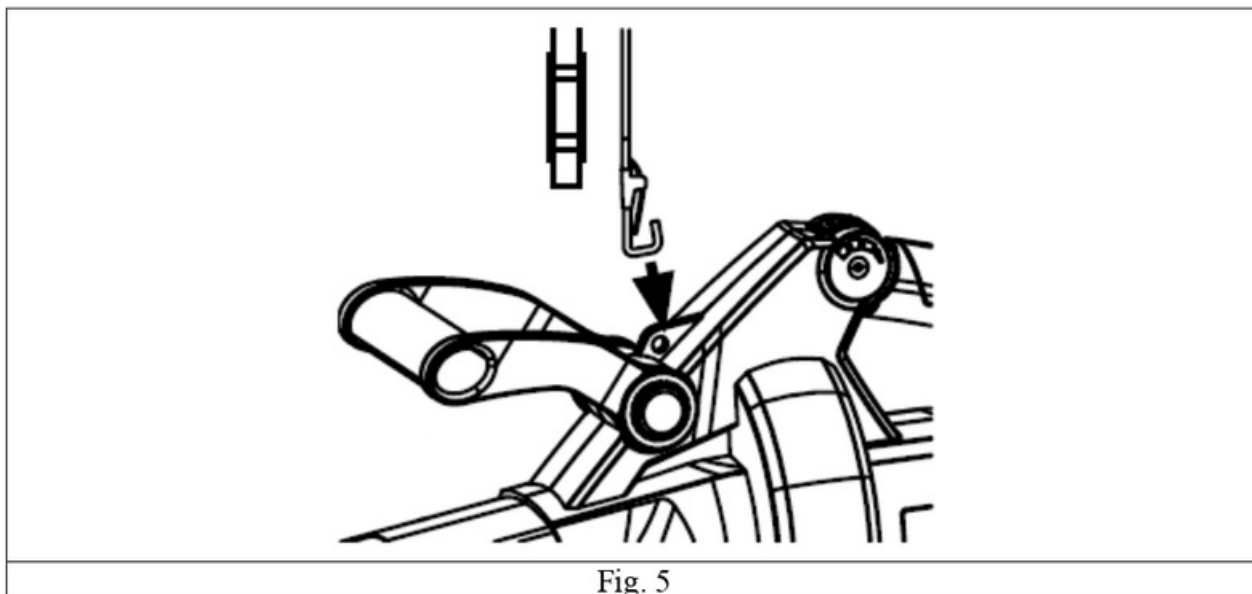

Fig. 5
- La bandoulière peut être connectée au point de montage (juste derrière la poignée avant) avec le clip. Voir Fig.5.